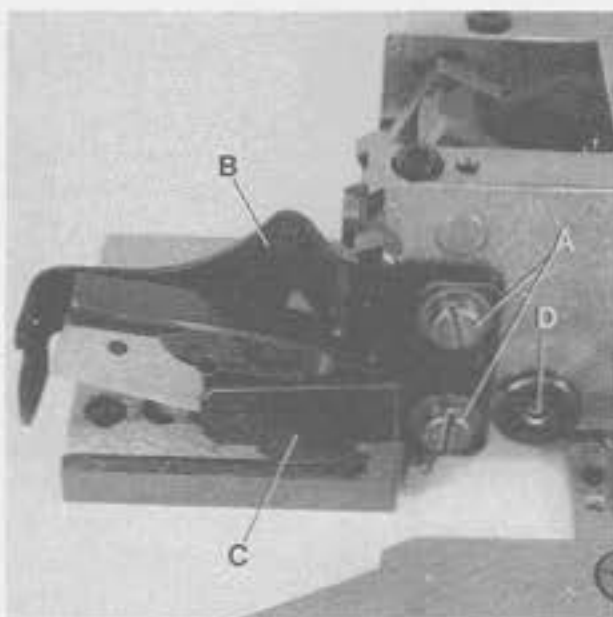
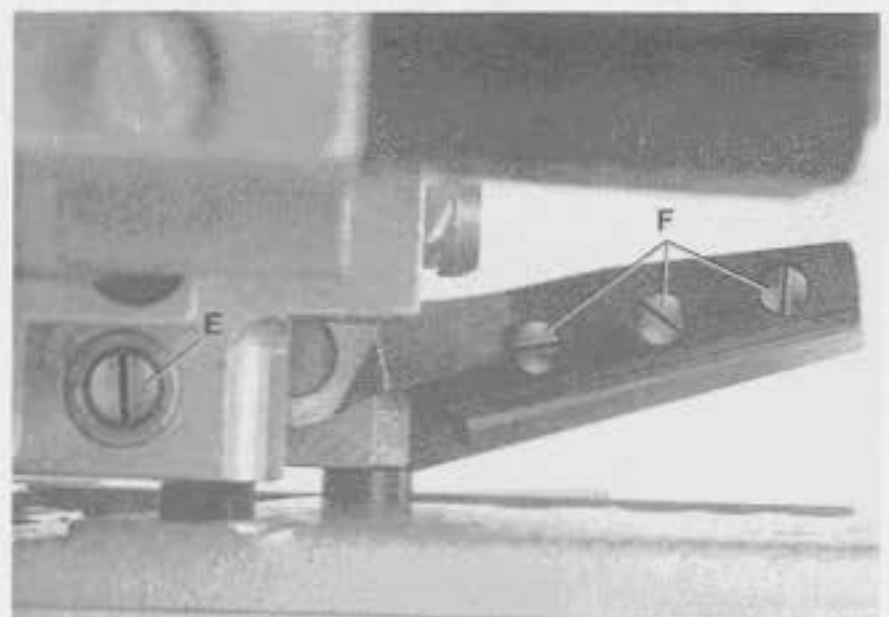
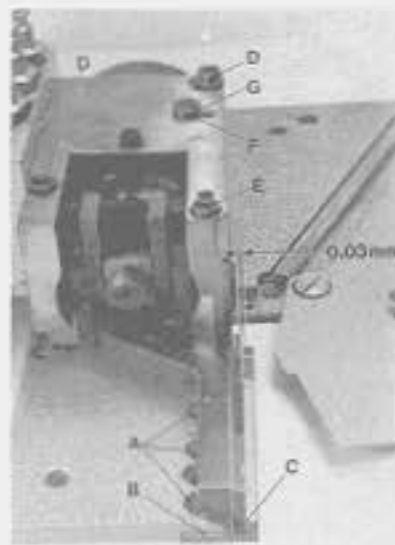

Fig.63
Fig.64
Fig.66
Loosen screws (A, Fig. 63) and remove the two finger guards (B and C).
Loosen screw (D, Figs. 63 and 65) and turn screw (E, Figs. 64 and 65) a few revolutions counterclockwise until the pressure of upper knife against lower knife is released.
Remove the three knife fastening screws (A, Fig. 66) and replace the lower knife.
The cutting edge of lower knife should be flush with the top surface of cloth plate. When assembling a new lower knife two shims (B, Fig. 66) each 0,4 mm (1/64 in.) thick, have to be placed between lower knife and cloth plate. When assembling a resharpened knife one or both shims have to be removed, according to the stock removed while grinding, in order to have the lower knife cutting edge flush with cloth plate top surface. Tighten knife fastening screws.
Remove the three upper knife fastening screws (F, Fig. 64) and replace the upper knife.
Lösen Sie die Schrauben (A, Fig. 63) und entfernen Sie die beiden Fingerschutzteile (B und C).
Lösen Sie die Schraube (D, Fig. 63 und 65) und drehen die Schraube (E, Fig. 64 und 65) einigmal im Gegenuhrzeigersinn bis das Obermesser nicht mehr gegen das Untermesser drückt.
Entfernen Sie die drei Messerbefestigungsschrauben (A, Fig. 66) und tauschen Sie das Untermesser aus.
Die Schneide des Untermessers muß auf gleicher Höhe mit der Stoffplattenoberfläche stehen. Beim Einbau eines neuen Untermessers werden zwei je 0,4 mm dicke Unterlegbleche (B, Fig. 66) zwischen Untermesser und Stoffplatte gelegt. Beim Einbau nachgeschärfter Messer müssen, entsprechend dem abgeschliffenen Material, ein oder beide Unterlegbleche entfernt werden, damit die Untermesserschneide auf gleicher Höhe mit der Stoffplattenoberfläche ist. Ziehen Sie die Messerbefestigungsschrauben an.
Entfernen Sie die drei Obermesser-Befestigungsschrauben (F, Fig. 64) und tauschen Sie das Obermesser aus.
Press upper knife lever with upper knife in its down position. Cutting edges of upper and lower knife should overlap approx. 0,5 mm (.020 in.) at the knife tips (C, Fig. 66). For this adjustment, the upper knife fastening screws (F, Fig. 64) can be relocated a little bit up or down in the holes of the upper knife lever.
Release pressure of upper knife against lower knife as described in paragraph "REPLACING THE LOWER KNIFE". Loosen screws (D, Fig. 66) slightly, and keep screw (E) securely tightened. Press upper knife lever in its down position.
Remove screw (F, Fig. 66) and rotate eccentric rod (G) so that the upper and lower knife contact each other at the knife tips (C), and at the lower knife pilot arises a distance of 0,03 mm (.0012 in.) (see Fig. 66).
Make sure that eccentric rod (G, Fig. 66) does not turn while tightening screws (D) and turning in screw (F).
Turn screw (E, Figs. 64 and 65) clockwise until the upper knife exerts a markable pressure against lower knife. Lock screw (E, Figs. 64 and 65) with screw (D) and make cutting tests with air pressure.
Ziehen Sie die Befestigungsschrauben (F) wieder an. Drücken Sie den Obermesserhebel mit dem Obermesser in die untere Stellung. Ober- und Untermesser sollen sich an den Messerspitzen (C, Fig. 66) etwa 0,5 mm überlappen. Die Obermesser-Befestigungsschrauben (F, Fig. 64) lassen sich für diese Einstellung in den Bohrungen etwas nach oben oder unten verlagern.
Lösen Sie die Schrauben (D, Fig. 66) leicht, die Schraube (E) muß fest angezogen bleiben. Drücken Sie den Obermesserhebel in die unterste Stellung.
Entfernen Sie die Schraube (F, Fig. 66) und drehen Sie den Exzenterbolzen (G) so, daß sich Ober- und Untermesser an der Spitze (C) berühren und am Untermesser-Führungzapfen ein Abstand von etwa 0,03 mm entsteht (siehe Fig. 66).
Achten Sie darauf, daß sich der Exzenterbolzen (G, Fig. 66) beim Anziehen der Schrauben (D) und Einschrauben der Schraube (F) nicht verdreht.
Drehen Sie die Schraube (E, Fig. 64 und 65) im Uhrzeigersinn bis das Obermesser einen gut spürbaren Druck gegen das Untermesser ausübt. Kontern Sie die Schraube (E, Fig. 64 und 65) mit der Schraube (D) und machen Sie Schneidproben mit Druckluftantrieb.